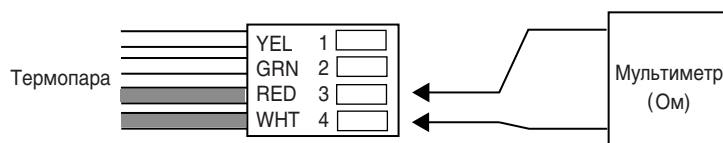

Рисунок 12.3
- (3) Затем, проверьте сопротивление термопары. Для измерения сопротивления термопары между клеммой 3 (к которой подключен красный провод) и клеммой 4 (к которой подключен белый провод) используйте мультиметр (см.Рис. 12.3).